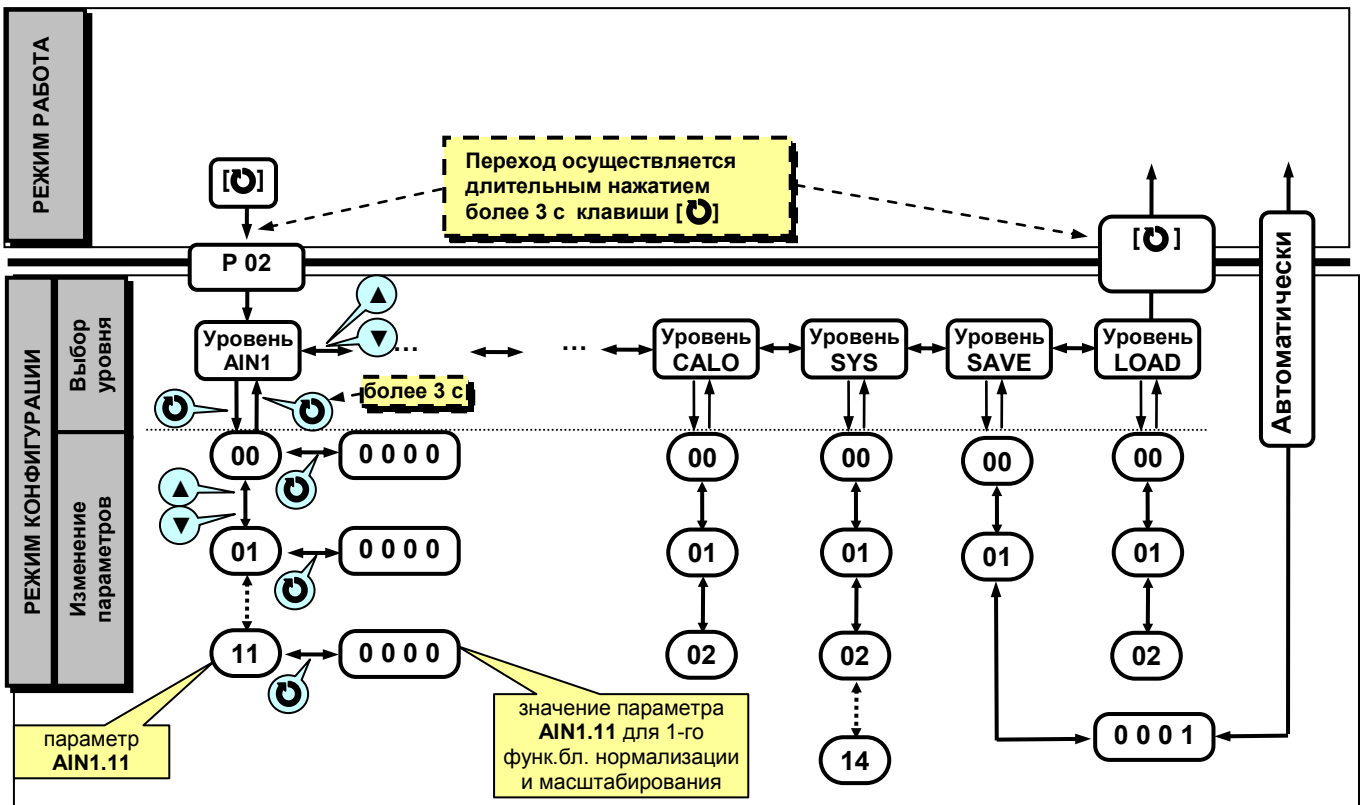

Рисунок 6.2 - Диаграмма уровней конфигурации и настроек
- Параметры, используемые в индикаторах ИТМ-11, ИТМ-11В, сгруппированы в уровни и представлены на диаграмме – см. рисунок 6.2.
В дальнейшем по тексту руководства по эксплуатации идет ссылка на параметр из таблицы параметров индикатора в виде XXXX.YY (например ALRM.00), где XXXX – название УРОВНЯ, а YY – номер пункта меню (смотри рисунок 6.2).